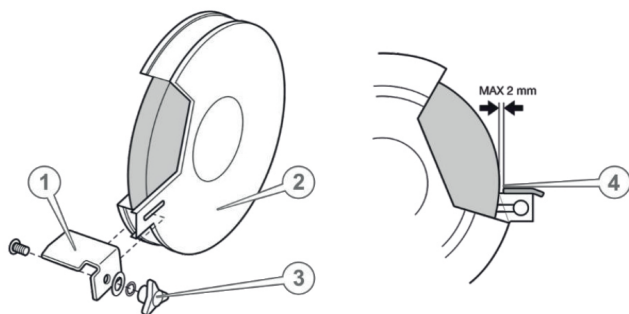

Рисунок 6. Схема встановлення опорного підручника абразивного круга.
5.1.7 Встановлення підручника абразивного круга (рис. 6).